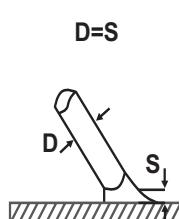

рис. 2
7.6 Как только произойдёт зажигание дуги, электрод нужно держать на таком расстоянии S (см. рис. 2) от обрабатываемого материала, которое соответствует диаметру электрода D (см. рис. 2). Для получения равномерного шва далее необходимо соблюдать эту дистанцию по возможности постоянной. Также необходимо помнить, что